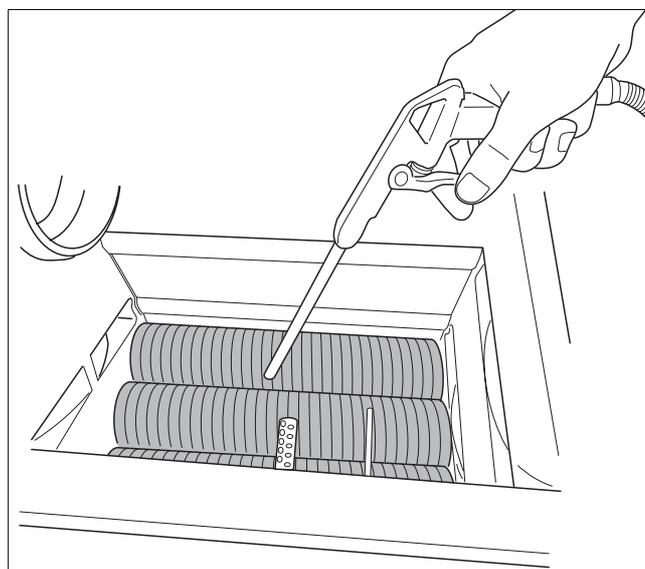

Fig. 104 Pulizia dello scambiatore di calore
- Pulire lo scambiatore di calore con aria compressa e con una spazzola morbida (fig. 104).